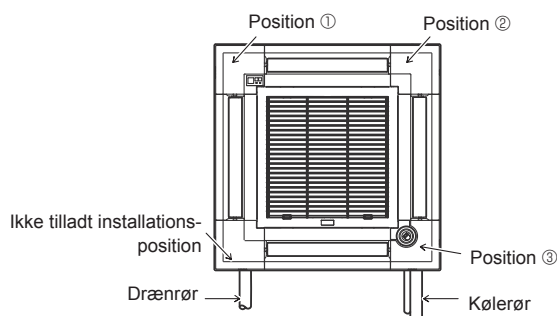

Fig. 9-11
Signalmodtagerhjørnepanelet kan ikke installeres på drænrørssiden af hovedenheden. (Se Fig. 9-11)
- i-see sensor-hjørnepanelet skal fastgøres til gitteret ① med skruen ③.
- Hvis placeringen af i-see-sensoren er ændret fra standardposition (position ③) til den anden position, skal funktionsindstillingerne ændres. (se side 156 og Fig. 9-11)
- i-see sensor-hjørnepanelet kan ikke installeres på drænrørssiden af hovedenheden. (Se Fig. 9-11)